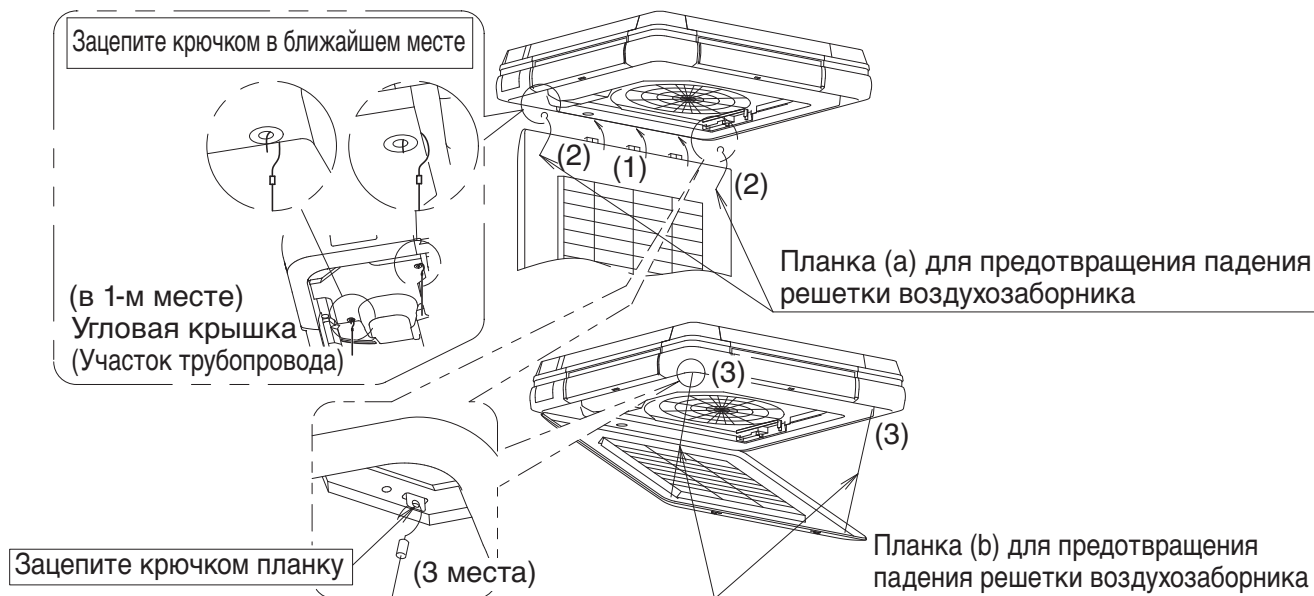

Рис. 49
- После присоединения решетки воздухозаборника в обратном направлении, упомянутом в пункте “4. ПОДГОТОВИТЕЛЬНЫЕ МЕРОПРИЯТИЯ ПЕРЕД МОНТАЖОМ - (3)” (См. рис. 49-(1)), зацепите крючком планку (а), чтобы решетка воздухозаборника не упала (См. рис. 49-(2)).
- Зацепите крючком планку (b), чтобы решетка воздухозаборника не упала. (См. рис. 49-(3))